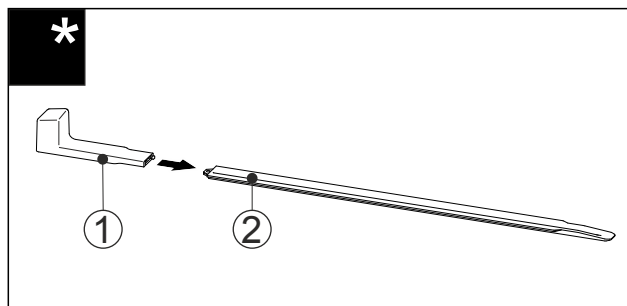

Fig. 54
- Sätt in monteringshandtaget Fig. 54 (1) i nivåskenan Fig. 54 (2).